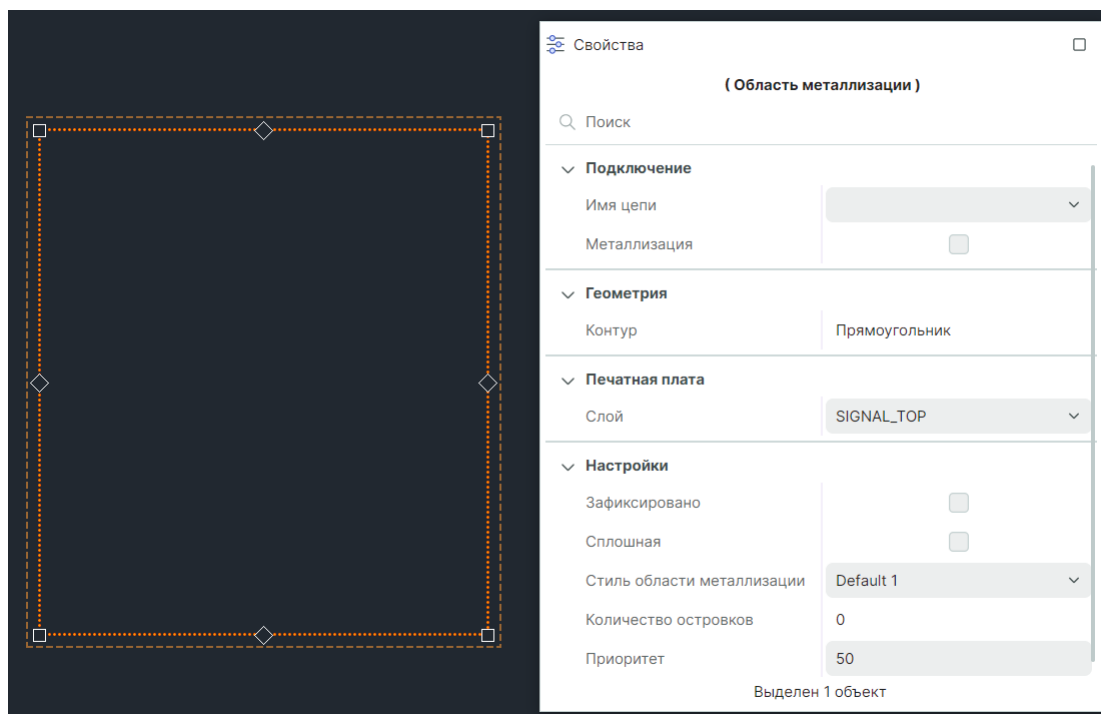

Рис. 429 Область металлизации с контуром прямоугольник и свойства области металлизации
7. По завершении построения области металлизации в окне «Свойства» отображаются текущие параметры области металлизации, см. Рис. 429.